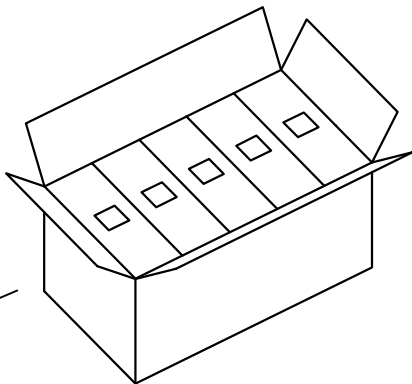

图4 外箱
- 3: 如图4，每外箱装10内盒，数量为10X(5X500pcs)。